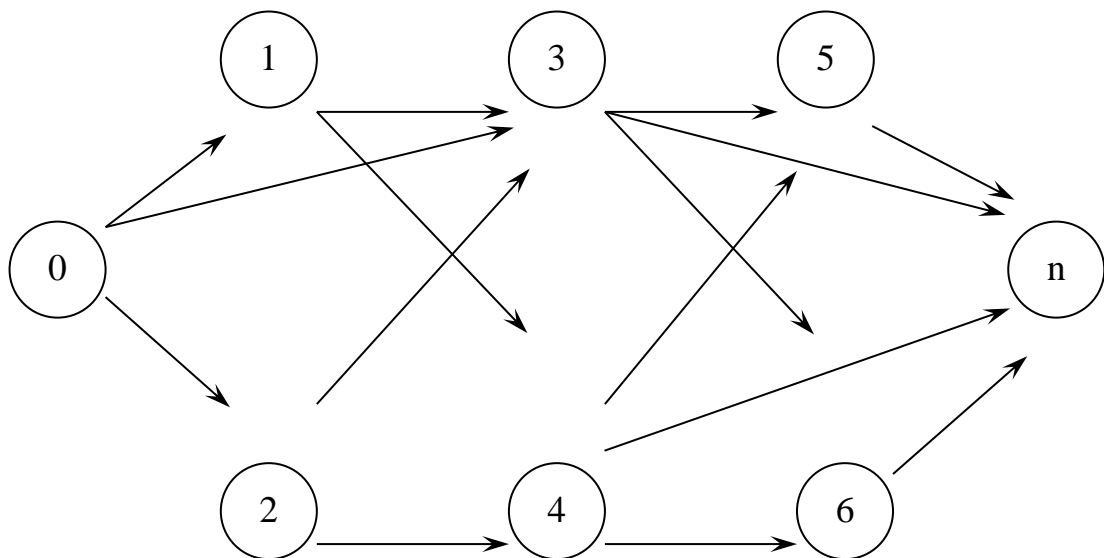

Рис. 3.1. Приклад інтерпретації місць, в яких відбувається перехід з одного шляху на інший
3.3.20 (52, 2 бала) *Мережеві задачі*. Нехай дано транспортну мережу (трубопроводи, залізниці, телефонна мережа), по якій надсилають однорідні одиниці (нафта, машини, повідомлення) з деякої точки сітки, *пункту відправлення* 0 , у визначене місце, яке має назву *пункт призначення* n . Крім цих двох пунктів, мережа складається з багатьох проміжних вузлових пунктів, з'єднаних шляхами поміж собою та з даними двома пунктами. Ці вузлові пункти можна інтерпретувати як місця, в яких відбувається перехід з одного шляху на інший. Наприклад, як на рис. 3.1.